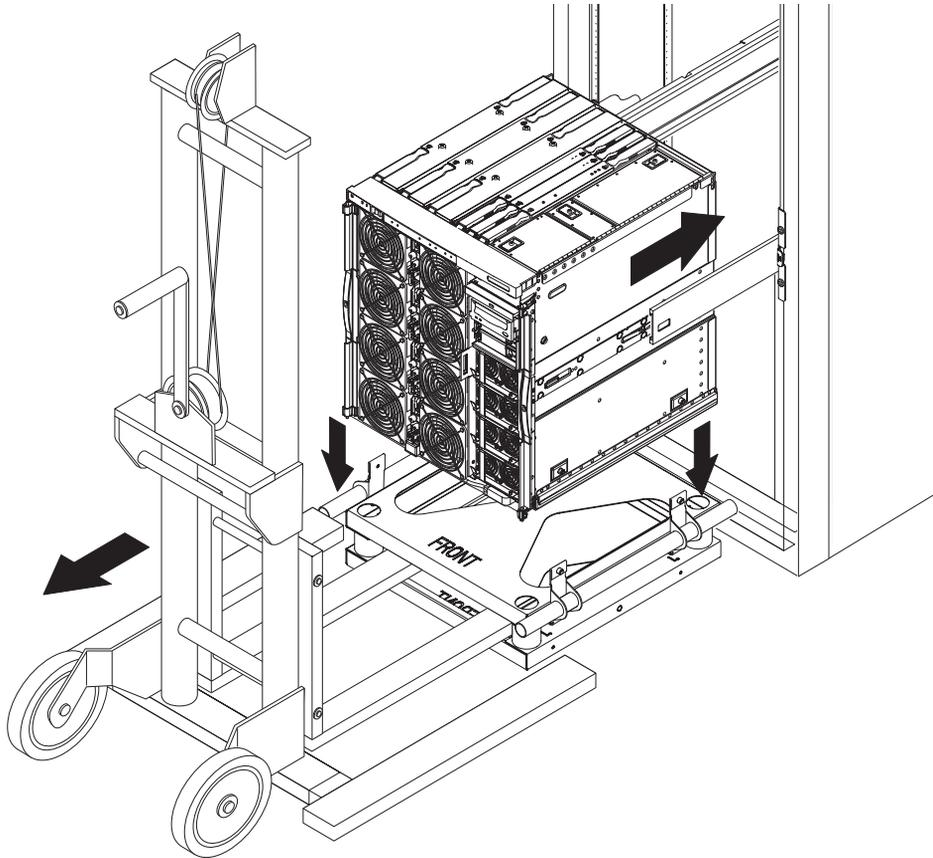

FIGURA 1-12 Extracción del soporte de envío
10. Baje el soporte de envío con ayuda del dispositivo de carga y retírelo (FIGURA 1-12).